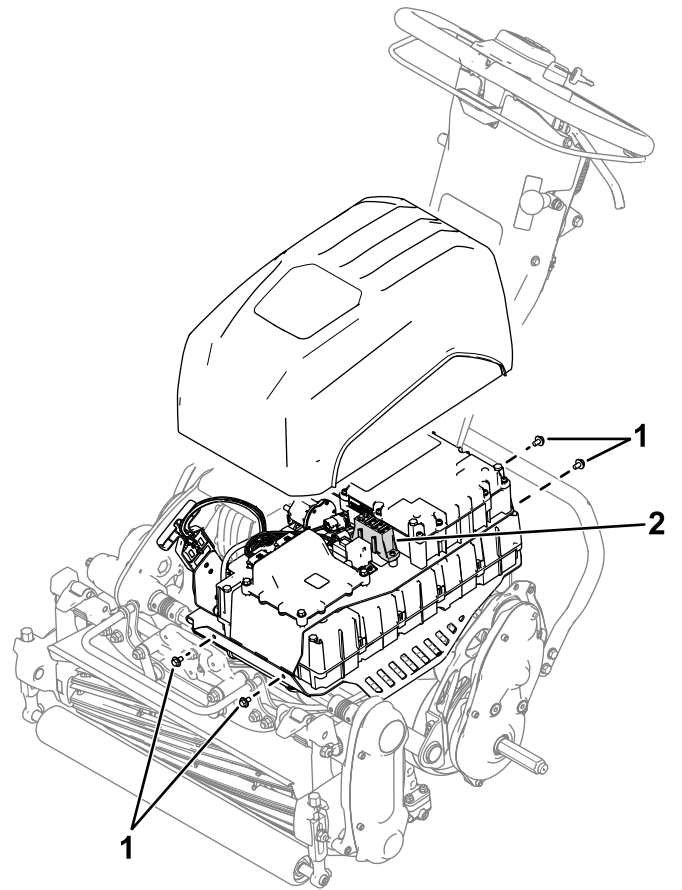

图 21
2. 拧掉固定电池组盖的 4 个螺丝图 21 然后取下盖子。